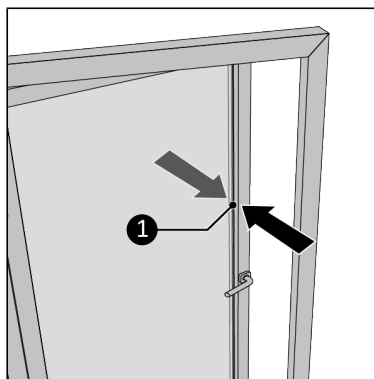

Figura 76.
2. Măsurați lățimea cadrului pivotant exterior al ferestrei (Figura 76, nt. 1).